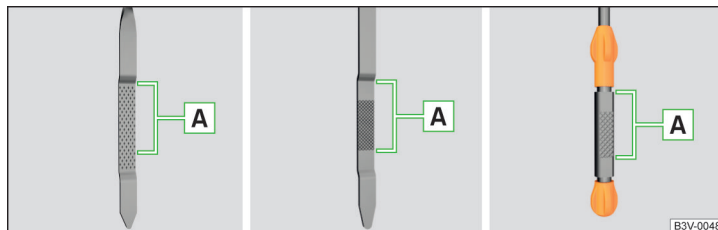

Fig. 227 Variante de joje de ulei
Nivelul de ulei trebuie să se situeze în zona » **fig. 227.** Dacă nivelul de ulei este sub zona , completați ulei.
- Nivelul uleiului nu trebuie să fie în niciun caz în afara zonei **A** » fig. 227 - în caz contrar există pericolul deteriorării motorului, precum și a instalației de evacuare a gazelor arse.